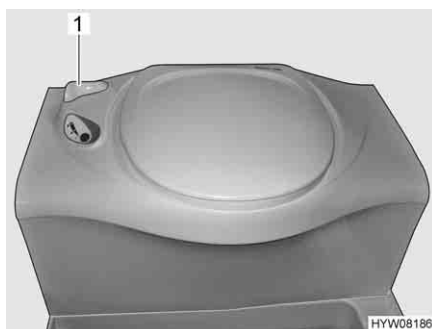

Fig. 124 Toilette Thetford
- Prima di tirare l'acqua, aprire il cursore della toilette Thetford. A tal fine ruotare la leva del cursore (Fig. 124,1) in senso antiorario.
- Dopo aver tirato l'acqua chiudere il cursore. Ruotare la leva del cursore (Fig. 124,1) in senso orario.